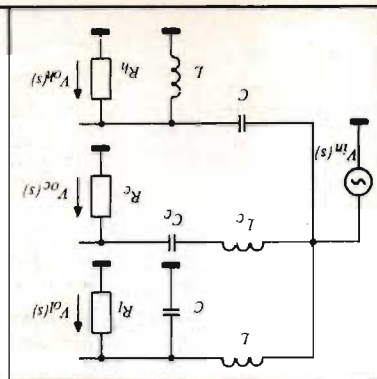

Fig 21. Andra ordningens delningsfilter med en kompensationshögtalare.
Ett sätt att göra detta är att förse systemet med ytterligare ett högtalarelement och mata det genom ett filter med en kurva enligt ekvation (8). Detta visas i fig 21 - 23.